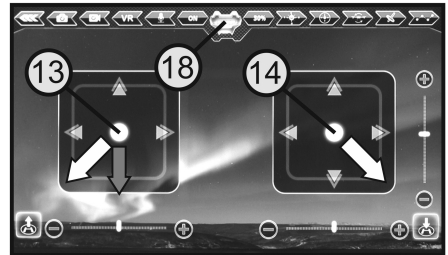

Bild 26
Um die Rotoren zu starten, bewegen Sie den linken virtuellen Steuerknüppel (13) nach links unten und den rechten virtuellen Steuerknüppel (14) nach rechts unten (siehe helle Pfeile in Bild 26). Halten Sie beide Steuerknüppel in dieser Position bis die Rotoren anlaufen. Wenn sich die Rotoren drehen, werden die Steuerknüppel in die Mittelstellung zurückgeführt.
Um die Rotoren wieder zu stoppen, führen Sie den linken Steuerknüppel (13) in die untere Stellung und halten ihn dort, bis die Rotoren stehen (siehe dunklen Pfeil in Bild 26). Alternativ dazu kann auch die Schaltfläche für die Motor-Not-Aus-Funktion (18) betätigt werden.